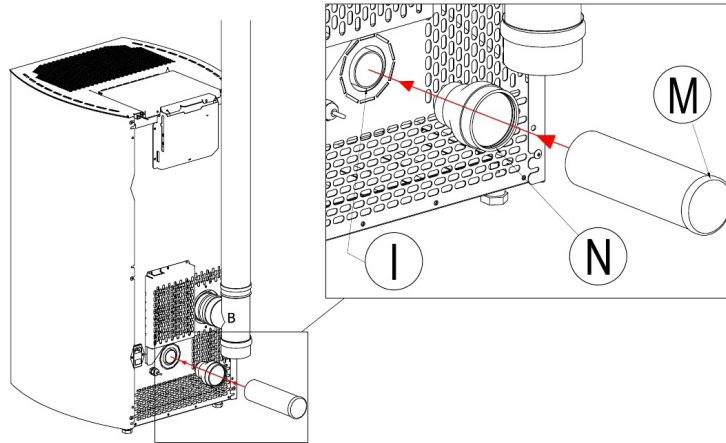

Fig. 8 - Verbindingen
- Sluit N met Q aan met behulp van een flexibele of stijve buis met een diameter van 60 mm en met een maximale lengte van 2 meter (zie Fig. 8 op pag. 12).